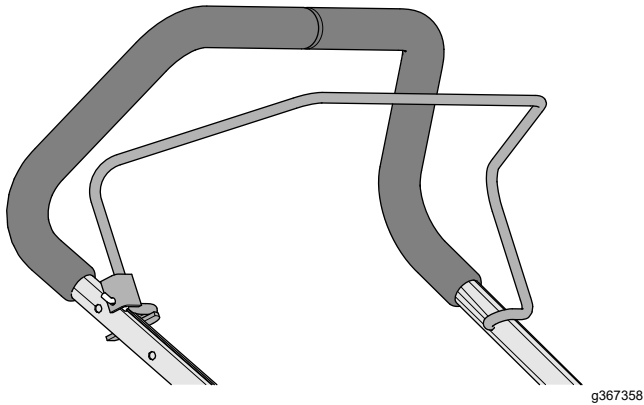

Рисунок 11
3. Вставте кінець важеля присутності оператора в руків'я, злегка стисніть інший кінець важеля та вставте її в руків'я (Рисунок 11).